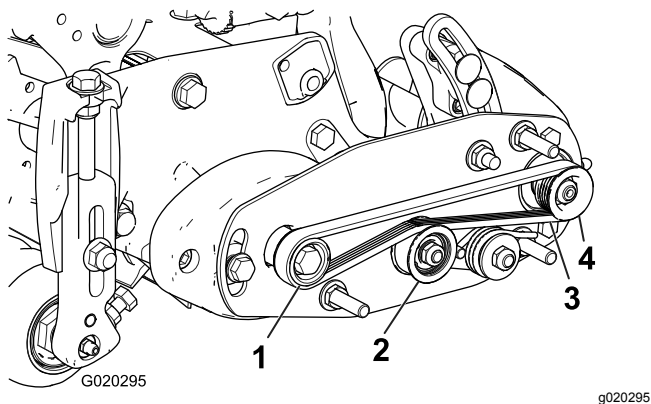

Figura 15
- Coloque la correa alrededor de la polea **motriz** y luego por encima de la polea tensora (**Figura 15**).
- Empiece a colocar la correa en la polea **arrastrada** (**Figura 15**).